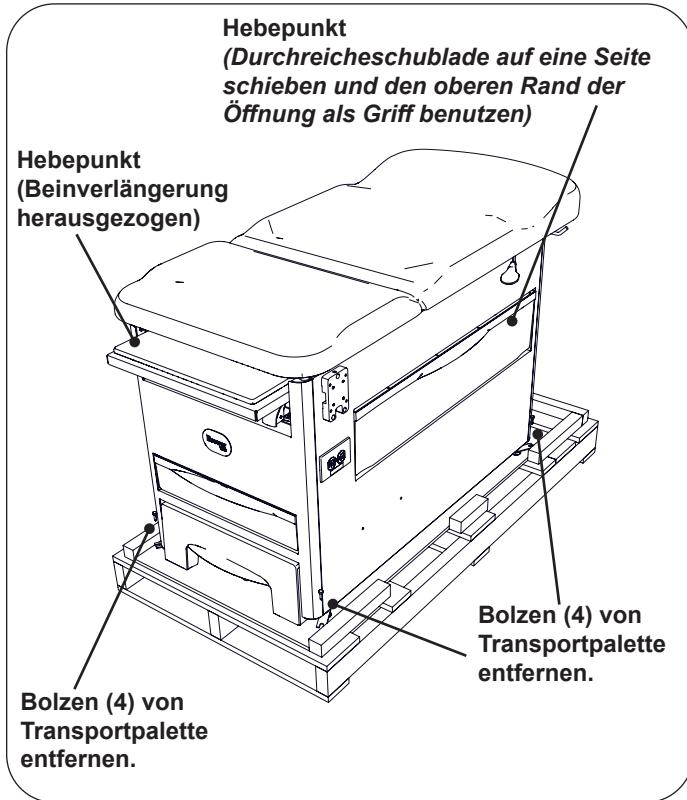

Figure 3. Tischhebepunkte
- Um eine Beschädigung des Tisches zu vermeiden, heben Sie ihn nur an den in Abbildung 3 angegebenen Stellen an.
- Lösen Sie den Tisch von der Transportpalette, indem Sie die 4 Schrauben mit einem 1/2-Zoll-Steckschlüssel von der Palette abschrauben und die Transporthalterung entfernen. Siehe Abbildung 3.
- Nehmen Sie den Tisch von der Transportpalette und heben Sie ihn an den in Abbildung 3 angegebenen Hebepunkten an. Für das Anheben des Tisches sind zwei Personen erforderlich. Zum Anheben kann die Beinverlängerung verwendet werden.